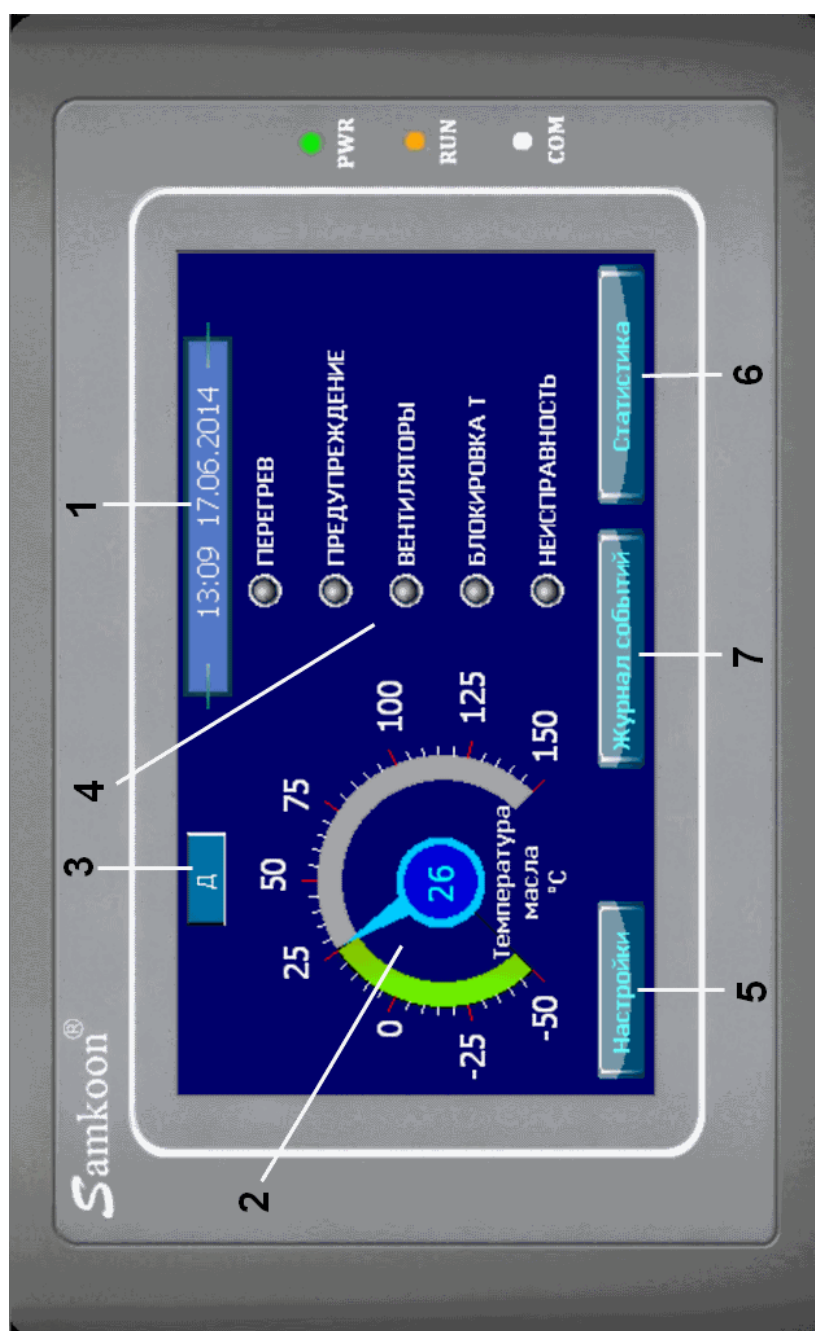

Рисунок 1. Вид рабочего экрана устройства
2.1 Рабочий экран (рис. 1) содержит следующие элементы: